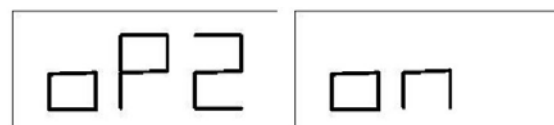

Fig33
1. Når maskinen er ledig, tryk på [F+P6] for at vælge operatør 2. LED-lampen ved siden af knappen tændes for at indikere, at operatør 2 er aktiveret. Beskeden vist i Fig33 vil blive vist i ét sekund.